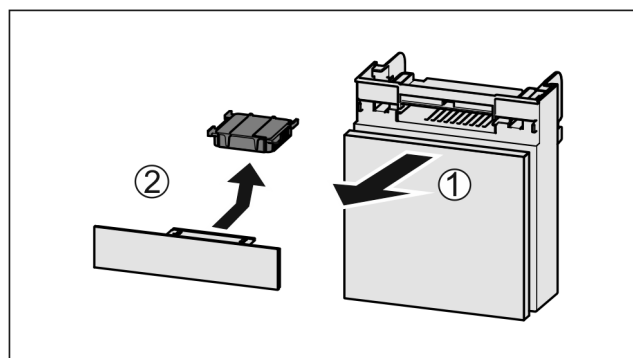

Fig. 158
- Zásuvku vytáhněte dopředu Fig. 158 (1).
- Filtr s aktivním uhlím vyjměte Fig. 158 (2).